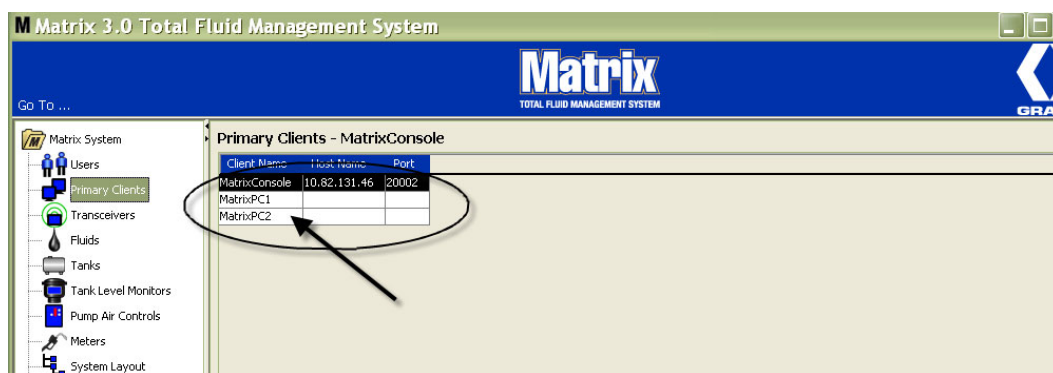

FIG. 81
6. Le nouveau client primaire est ajouté en bas de la liste de l'écran "Primary Clients" (Clients primaires) (Fig. 81). Notez qu'après avoir entré un nouveau nom de client primaire, le nom apparaît mais les champs de son nom d'hôte et de port sont vides. Ces champs seront remplis automatiquement lors de la prochaine connexion du client primaire au moteur de service Matrix.